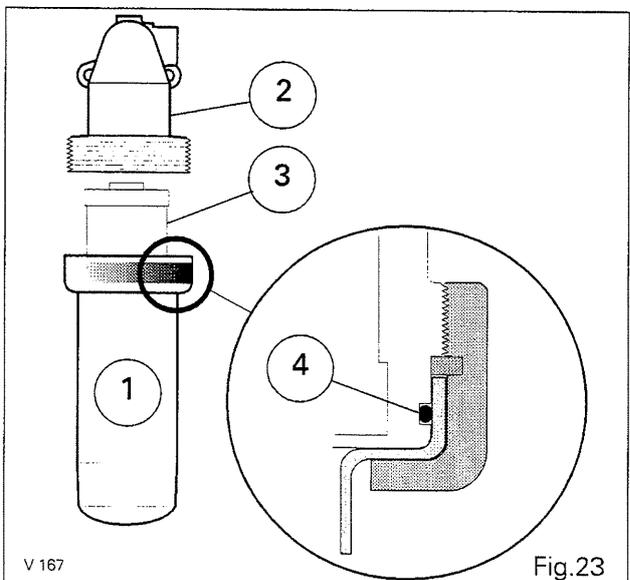

Fig.23
• Dévisser la cuve 1, ôter l'élément filtrant 3, bien l'égoutter et le mettre aux déchets (Fig. 23).